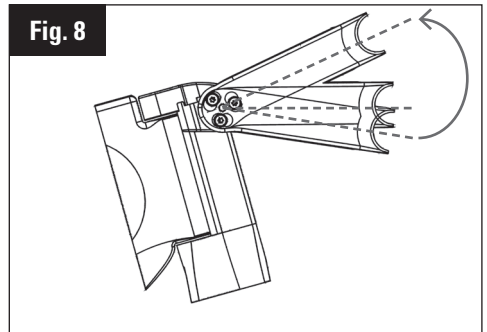

Fig. 8
8. Ajuste su posición angular. Desde el plano horizontal, las potencias pueden variar angularmente de  $+20^\circ$  a  $-9^\circ$  (Fig. 8).